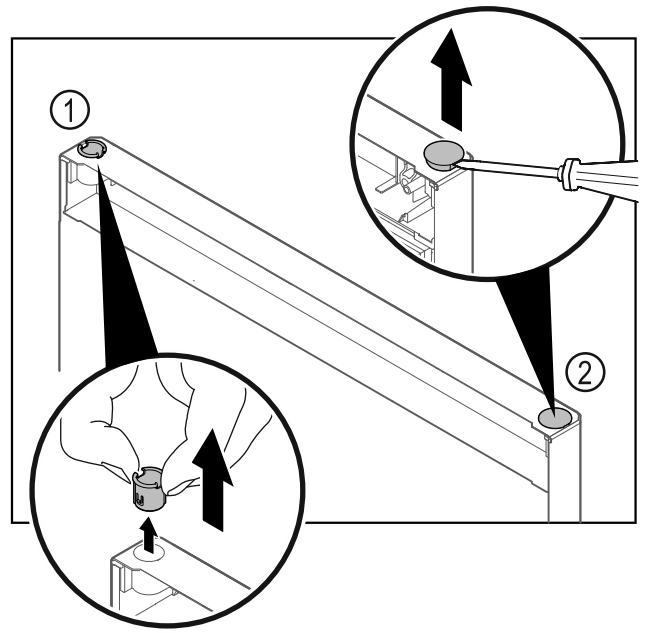

Fig. 40 Дверцята морозильної шафи
- ▶ Витягніть шарнірну втулку Fig. 40 (1) пальцями.
- ▶ За допомогою шліцевої викрутки обережно підніміть заглишку Fig. 40 (2) та витягніть її.